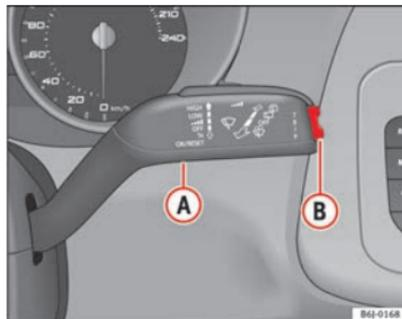

Abb. 35 Scheibenwischer- und Scheibenwischerhebel: Taste A und Wippe B
In der Multifunktionsanzeige (MFA) kann durch Betätigen der Wipptaste ⇒ Abb. 35 (B) am Scheibenwischerhebel zwischen folgenden Anzeigen gewechselt werden:
⇒ Abb. 35 (A) **RESET**. Damit wird die angezeigte Geschwindigkeit abgespeichert. Sobald die angezeigte Geschwindigkeit überschritten wird, wird im Display ein Warntext angezeigt und ein Warnsignal ist zu hören.¹⁾
Die Geschwindigkeitswarnung kann durch Drücken der Taste **RESET** ausgeschaltet werden. Die Geschwindigkeit kann mit der Wippe ⇒ Abb. 35 (B) in Schritten von 5 km/h und innerhalb von 5 Sekunden nach der ersten Festlegung geändert werden.